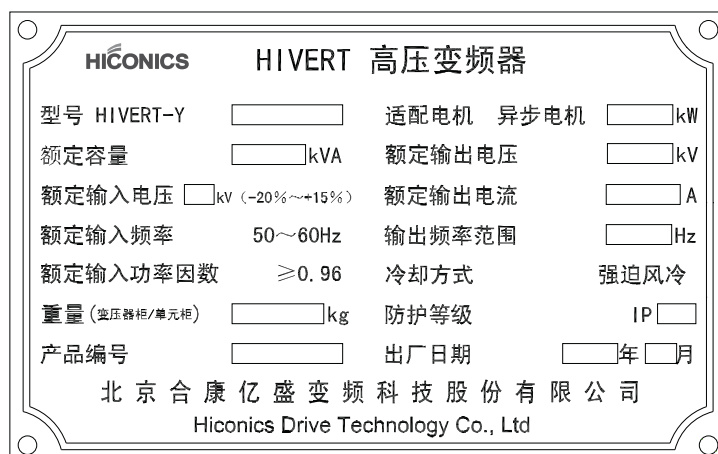

图4.1 铭牌
- 用户开箱验收时应认真核对产品规格、型号及开箱外观检查，如有差异请与相关人员及北京合康亿盛科技有限公司联系确认。（铭牌如图4.1所示）